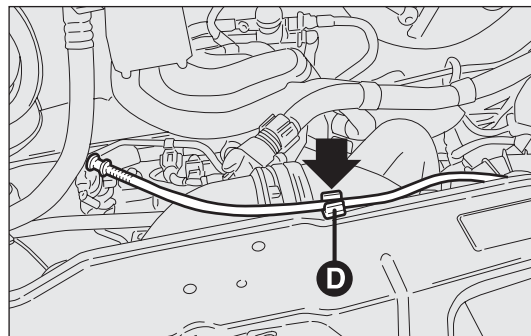
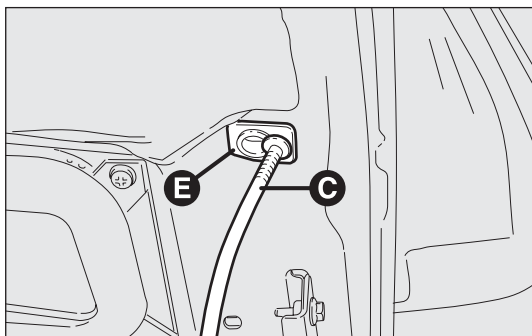

рис. 126
рис. 127
- ☐ поднимите капот и одновременно выньте опорную штангу капота – рис. 126 из запирающего устройства D, вставьте оконечность штанги С – рис. 127 в гнездо E капота.
- ❑ удерживайте капот в открытом положении одной рукой, а второй выньте опорную штангу – рис. 127 из гнезда Е и вновь закрепите ее в запирающем устройстве D – рис. 126;